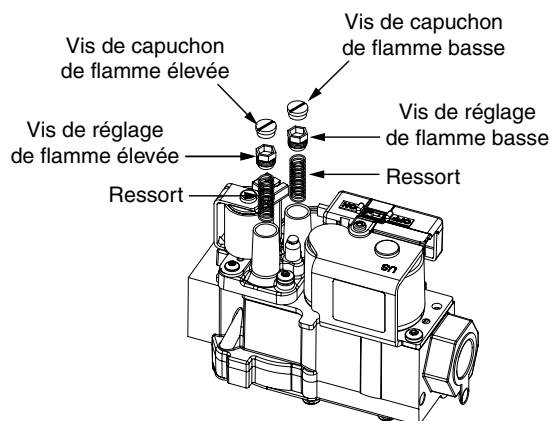

Figure 24. Démontage du ressort et de la vis de réglage du régulateur
1. Retirez la vis du capuchon de flamme ÉLEVÉE. Voyez la Figure 24.